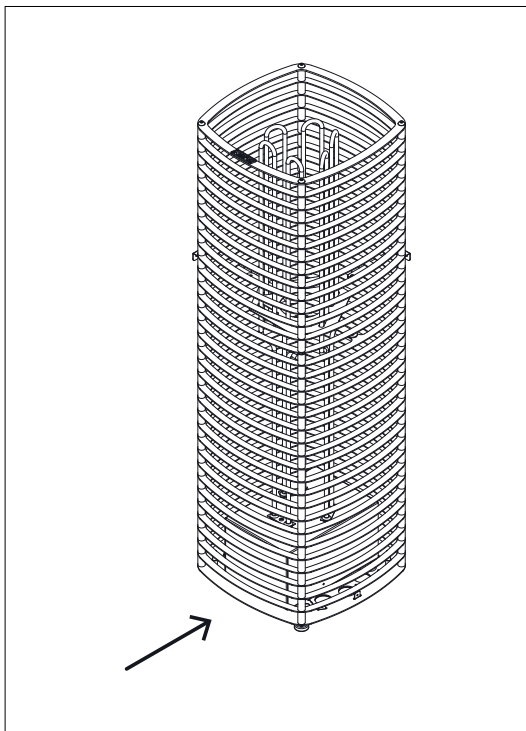

Bild 6.3-2: Huvudbrytarens plats
10. Kontrollera att bastuaggregatets huvudbrytare (I/O) är i läge O (bild 6.3-2).